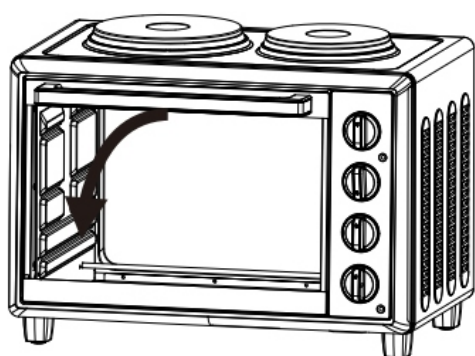
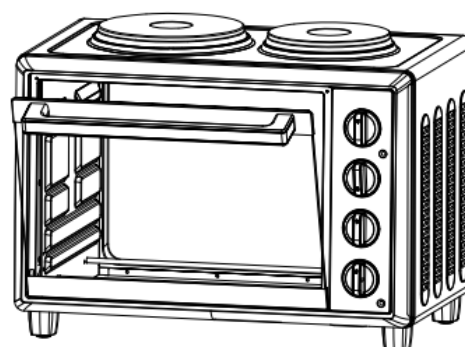

Fig. 9
Fig. 10
- Comment ouvrir et fermer la porte – voir fig. 9 à 11
6. Ouvrez la porte du four (Fig. 9) et placez les aliments dans le four à l'aide de la grille et/ou de la plaque de cuisson (Fig. 10).